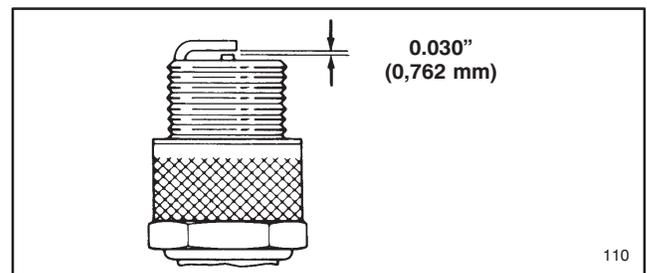

Abbildung 12
4. Den Abstand zwischen mittiger und Seitenelektrode auf 0,762 mm einstellen (Abb. 12). Die korrekt eingestellte Zündkerze mit einer Dichtung einsetzen und auf ein Moment von 20,4 N.m anziehen. Wenn kein Drehmomentschlüssel verwendet wird, die Zündkerze fest anziehen.